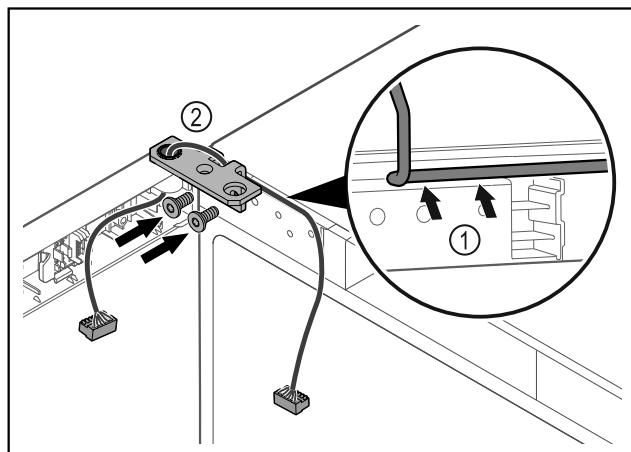

Fig. 32
- Pasar el cable por la escotadura de la escuadra de bisagra y tenderlo con cuidado Fig. 32 (1).
- Atornillar la escuadra de bisagra Fig. 32 (2).